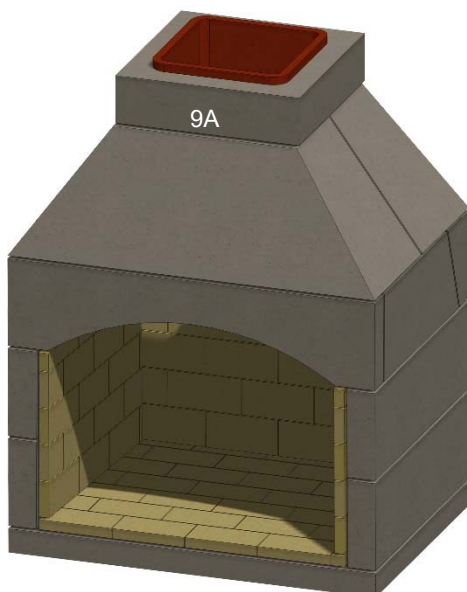

Figura 20 . Conducto de la chimenea
M. Instale la primera sección de la chimenea de mampostería de la Edad de Piedra (9A), con la teja que se extiende hacia arriba. Rellene el vacío de la parte inferior con mortero para crear una transición suave. Véase la figura 20.